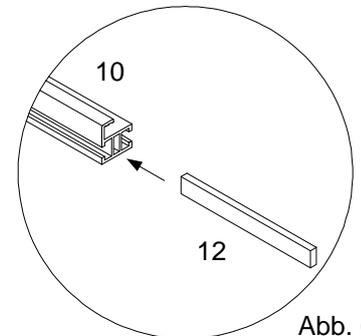

Abb. 6
7. Kontrollieren Sie den festen Sitz aller Spannklemmen (7) und Schrauben (3, 9).
8. Im Fall dass mehrere Befestigungsprofile (10) miteinander zu verbinden sind, wird das Verbindungsteil (12) in die entsprechende Führung des Profils eingeschoben (Abb. 6).